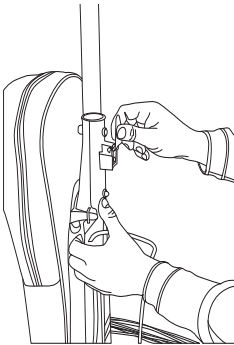

Fig. 3
3. Vuelva a colocar el soporte del mango en su posición (Fig. 3).